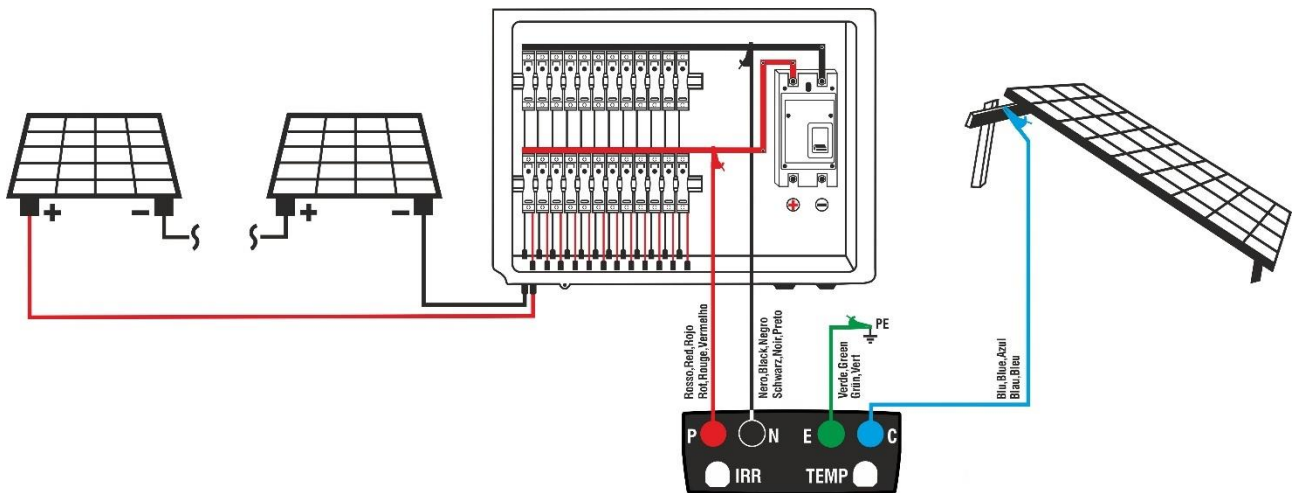

Fig. 16: Collegamento strumento in test IVCK con uso di funzione Avvia&Salva
7. Collegare lo strumento come mostrato in Fig. 16. In particolare, collegare il polo Negativo della barra all'ingresso **N** tramite collegamento fisso con terminale a coccodrillo, il polo Positivo della barra all'ingresso **P** tramite collegamento fisso con terminale a coccodrillo, il nodo principale di terra dell'impianto (per test MΩ e RPE) all'ingresso **E** ed eventualmente l'ingresso **C** alle masse metalliche (per test RPE)